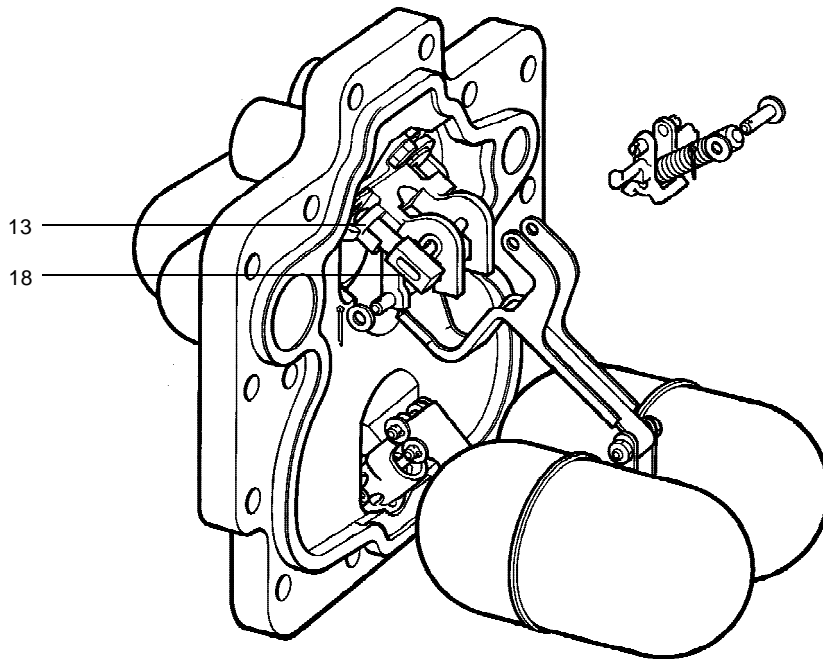

Fig. 19
9. Både fjädern och hävarmen kan bytas ut. **Obs:** Man behöver inte avlägsna fjädern från hävarmen eftersom båda delarna levereras ihopmonterade i reservdelssatsen (Se fig. 19).
13. Använd alltid nya sprintar och brickor när du återmonterar fjäderfästningsaxeln (Y) och pump-pivot axeln (X).
16. Montera drivången och utblåsningsledningarna försiktigt till anslutningarna som är markerade (IN) och (OUT). APT14 är nu klar för att driftsättas.